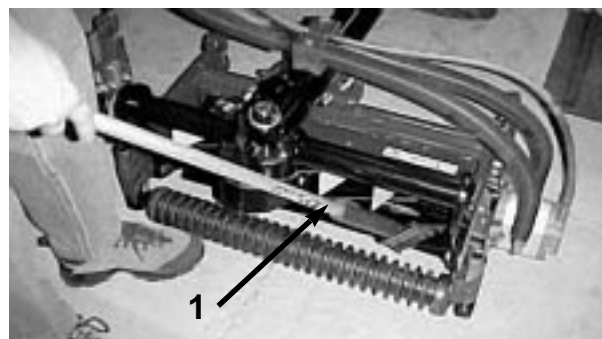

図 71
3. バックラップノブをバックラップ位置にセットし、速度ノブを「1」にセットする(図71)。